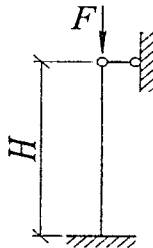

Рисунок 4.1 – Розрахункова схема центрально стиснутого елемента
1. Накреслити схему, яка наведена на рис. 4.1, і виконати обчислення згідно з прикладом, наведеним нижче.